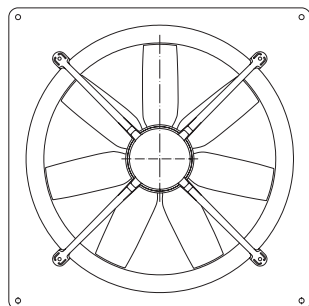
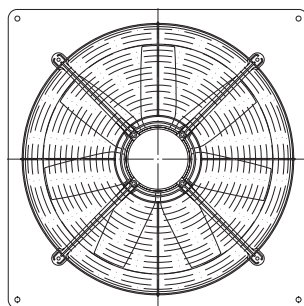

Abb. 1 Bauform Q ohne saugseitiges Berührschutzgitter
Abb. 2 Bauform Q mit saugseitigem Berührschutzgitter
Abb./fig. 1
Abb./fig. 2
- Fig. 1** *Wykonanie Q bez kratki chroniącej przed dotykiem po stronie ssawnej*
- Fig. 2** *Wykonanie Q z kratką chroniącą przed dotykiem po stronie ssawnej*
- **Wandebauventilatoren (Abb. 1 und Abb. 2),**
- Wandring Bauform Q muss auf ebener Fläche plan aufliegen, Abb. 1
- **Wentylatory do wbudowania w ścianie (rys. 1 i rys. 2),**
- Pierścieni ścienny wykonania Q musi płasko przylegać do równej powierzchni, rys. 1